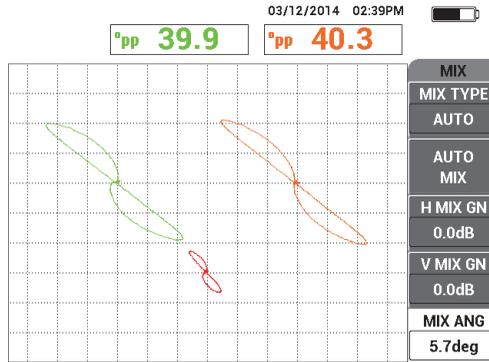

Figura 5-147 Regolazione precisa dell’angolo COMB.
- c) Regolare in maniera precisa l’angolo **COMB.** (nella pagina **COMB.** del menu **MAIN FILTER**) per ottenere un valore pari o vicino a 40,0 gradi (vedere Figura 5-147 a pagina 243).